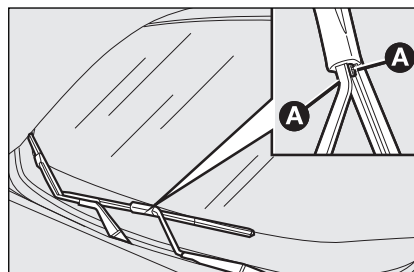

fig. 10
- ☐ druk op de lippen **A**-fig. 10 en verwijder het wisserblad;